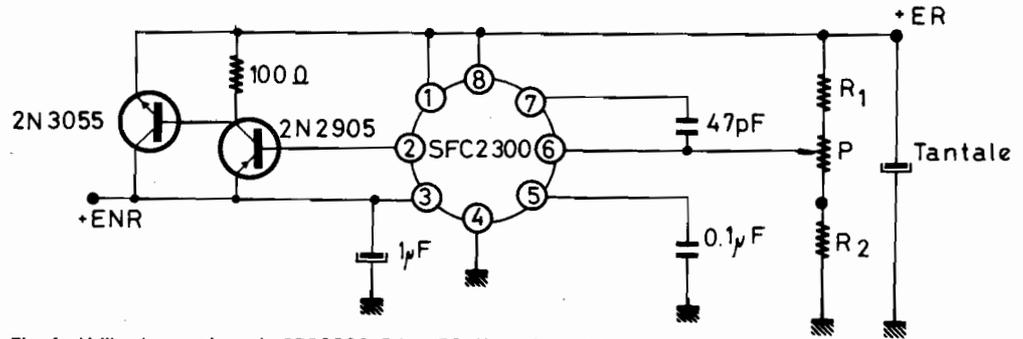
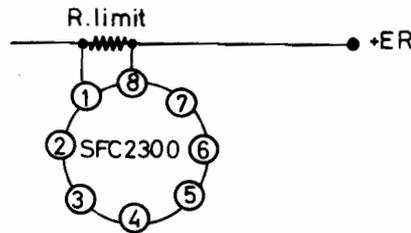

Fig. 4 - Utilisation pratique du SFC2300. R1 et R2 déterminent ER.
Fig. 5 - Limitation de courant avec les régulateurs SFC2300.
A partir de ce genre de circuit, il devient pratiquement inutile de connaître le schéma interne car le montage est fort complexe. En effet, en structure intégrée, il est plus facile de réaliser des diodes ou des transistors que des résistances ou des condensateurs. C'est pourquoi les fabricants écartent systématiquement les composants passifs, ce qui rend parfois le schéma quelque peu incompréhensible. La figure 4 indique le montage général du circuit intégré. La borne (2) commande un PNP pour ne pas augmenter la chute de tension dans l'ensemble ballast. Ce transistor accouplé à un NPN de puissance en configuration Darlington commande la sortie. La résistance (bobinée) placée entre (1) et (8) (qui peut être remplacée par un court-circuit) sert à commander la limitation de courant. On pourra facilement déterminer R sachant que le fabricant indique que la limitation intervient pour 0,3 à 0,4 V à ses bornes (cela varie avec la température) (fig. 5).